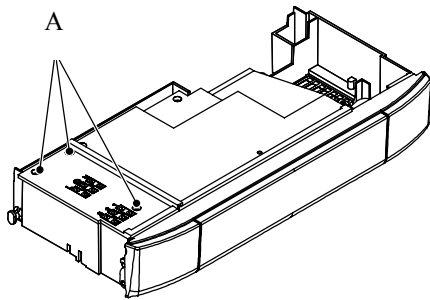

Fig. 7.1
- 8 Loosen the screws A and remove the service panel (Fig. 7.1).
- 8 Ослабьте винты А и снимите сервисную панель (рис. 7.1)